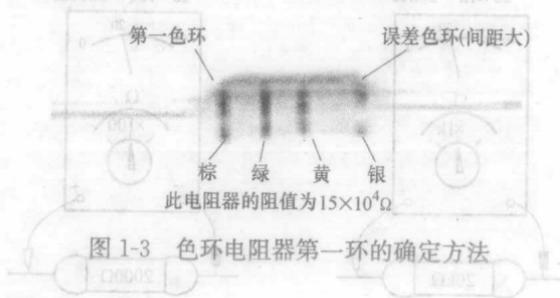

图 1-3 色环电阻器第一环的确定方法
1) 误差色环的颜色在电阻器的一端，业余电子制作中对电阻器的精度要求又不高，所以误差色环的颜色一般都是金、银或无色，且一般误差色环与有效色环的间距大些，如图 1-3 所示。